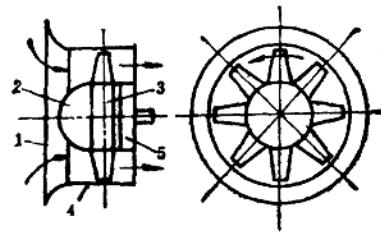

图 1-8 轴流式通风机示意图
- 2) 轴流式通风机：气流沿轴向进入，在叶轮中也沿轴向流动，如图1-8所示。